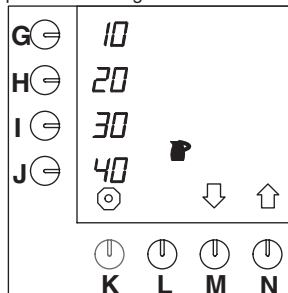

Fig. 37 Réglage des touches de présélection pour les pichets.
- Appuyez sur la touche de sélection (N.)↑ jusqu'à ce que la fig.37 s'affiche sur l'écran de contrôle.